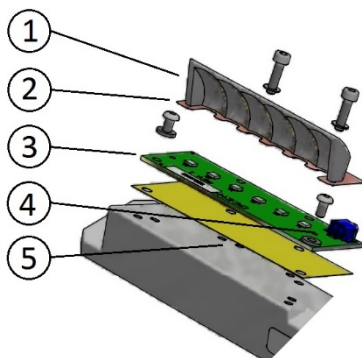

Figura 21 – Sostituzione del modulo LED
- scollegare il cavetto di alimentazione dal modulo LED (*Figura 21- n°4*)
- rimuovere il modulo LED (*Figura 21- n°3*) ed il relativo riflettore (*Figura 21- n°1*) dallo squadretto ferma prisma svitando le due viti TCEI M3x12
- assicurarsi che l'interfaccia termica (*Figura 21- n°5*) sia correttamente posizionata sotto il modulo LED
- assicurarsi che il foglio isolante in Kapton (*Figura 21- n°2*) sia correttamente posizionato sopra il modulo LED
- ricollegare il cavetto di alimentazione al modulo LED (*Figura 21- n°4*)